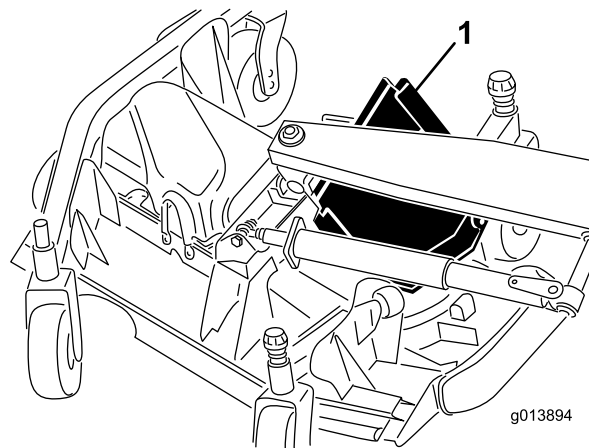

Рисунок 49
6. Поднимите передний край, проведите его между рычагом подъема и валиком чтобы снять ее (Рисунок 49).